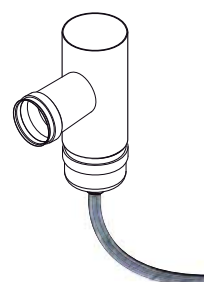

fig 5.5.7
**Il est nécessaire de prévoir un tuyau au fond du premier T au niveau de la sortie de la fumée, afin de permettre l'évacuation de l'eau de condensation qui peut se former dans le conduit (fig. 5.5.7).**